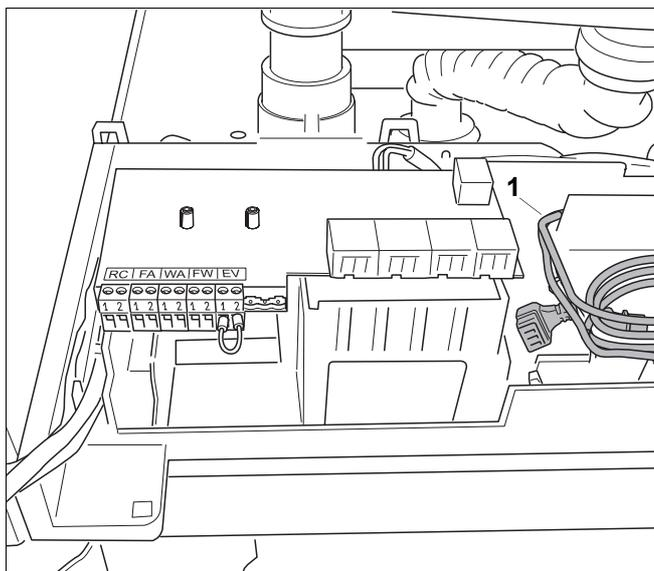
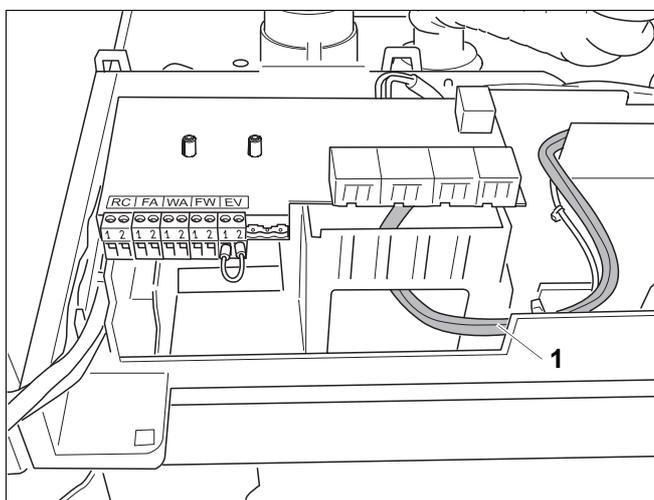

Рис. 18 Укладка подводящего кабеля насоса
Рис. 19 Укладка подводящего кабеля насоса
- Укладку второго подводящего кабеля насоса от отопительного котла произвести через отверстие под клеммовой коробкой, а затем вниз (см. рис. 18, **поз. 1** и рис. 19, **поз. 1**).